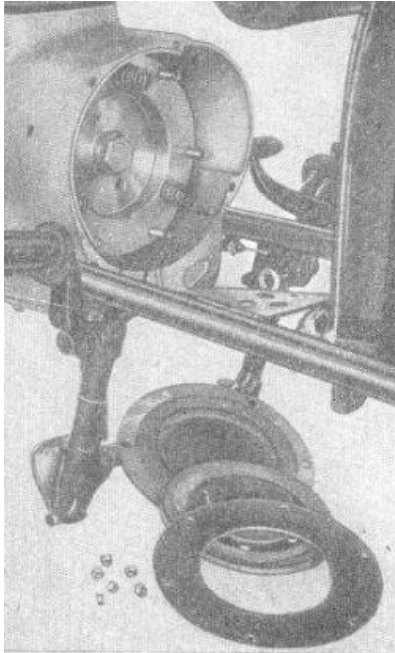

Bild 62. Einzelteile der Kupplung
3. Äußere Druckplatte, Kupplungsscheibe und innere Druckplatte abnehmen (**Bild 62**).